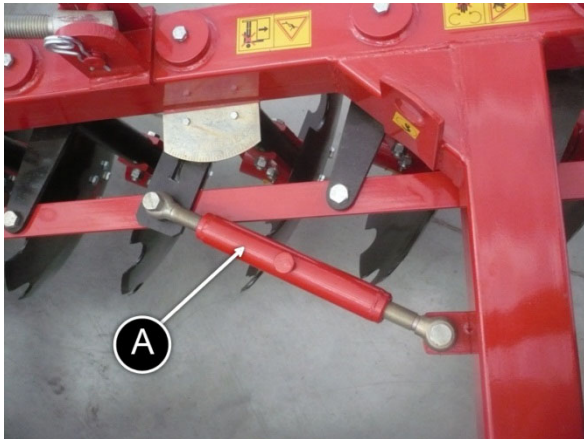

Рисунок 1. Фіксація робочих органів борони в робочому положенні
- встановити котки в робоче положення, зафіксувати їх положення талрепами (рисунок 1, поз. А).